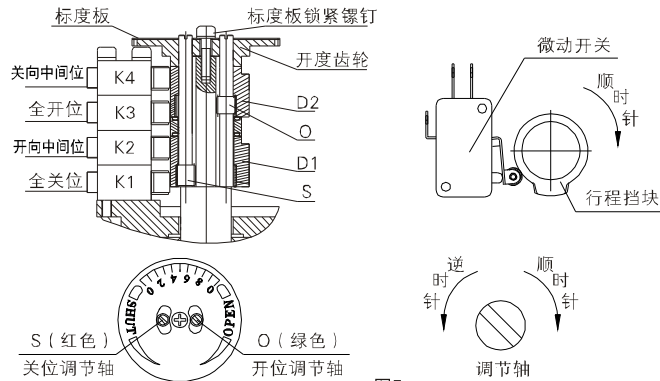

图5
- ①按控制盖内粘贴的控制回路图正确接通线路, 确认无误后, 打开电源。
- ②开关投向“关”, 执行机构驱动阀门向关闭方向 (顺时针) 运行, 直到全关位微动开关K1动作, 电动执行机构停转。
- ③开关投向“开”, 执行机构驱动阀门向全开方向 (逆时针) 运行, 直到全开位微动开关K3动作 (图5中K3动作, 图6中K2动作), 电动执行机构停转。
- ④经过以上调整, 如果开度计指示状态与阀门实际位置不符, 可松开标度板中央固定螺钉重新调整标度板位置使阀门指示正确。
1、微量调节式电气限位的调整 (图5)
- ①全关位调整：先用手柄驱动阀门至全关位，松开标度板锁紧螺钉，调整标度板，使指针指向刻度线0 (SHUT向)，并拧紧标度板锁紧螺钉。再用2mm内六角扳手顺时针方向调整关位调节轴S，带动行程挡块D1顺时针旋转触发K2、K1依次动作并发出响声，在K1动作并发出响声时停止调整关位调节轴S。
- ②全开位调整：先用手柄驱动阀门至全开位，使指针指向刻度线0 (OPEN向)，再用2mm内六角扳手逆时针方向调整开位调节轴O，带动行程挡块D2逆时针旋转触发K4、K3依次动作并发出响声，在K3动作并发出响声时停止调整开位调节轴O。